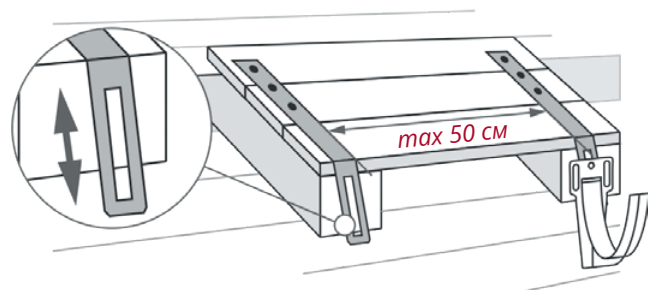

Рисунок 4
1. Установите первый и последний удлинитель кронштейна на скате к обрешетке, используя «желтые» саморезы PZ (5.0x40мм) (Рис.4).
3. Используя шайбы, винты и гайки М6, закрепите пластиковые кронштейны на удлинителе в верхнее центральное отверстие (Рис.4). Наклон желоба регулируется перемещением кронштейна относительно овального отверстия вверх или вниз. Шаг между удлинителями не должен превышать 50 см.